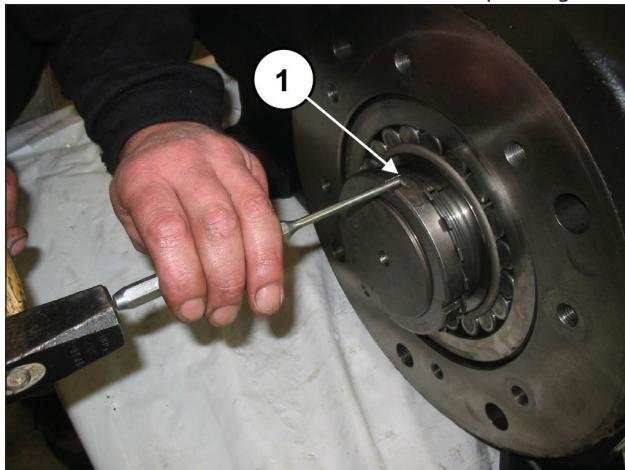

Fig. 16
Soulever la clavette de la rondelle de sécurité (rep. ①, Fig. 16).